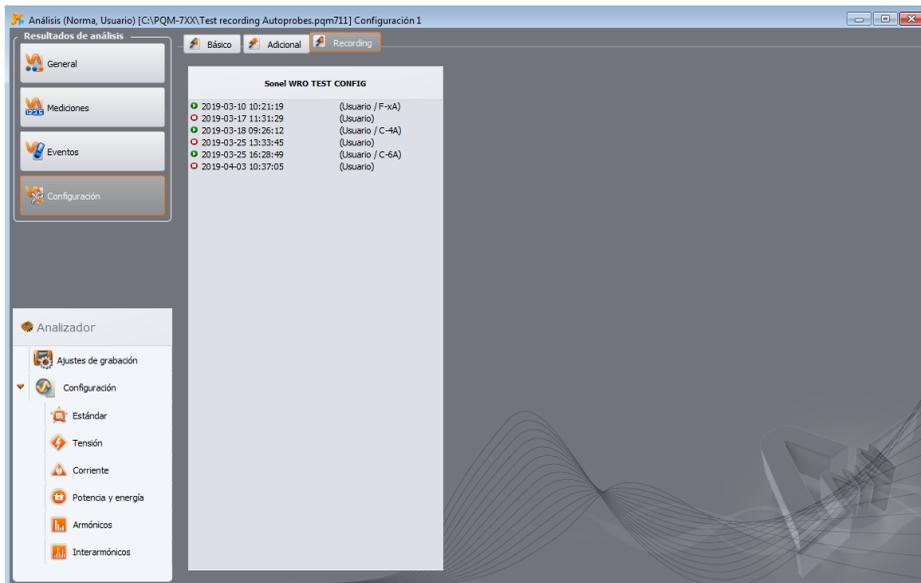

Fig. 75. Vista previa de configuración - una lista de períodos de registro con el tipo de la pinza asignada.
- todos los períodos de registro con tiempos y pinzas asignadas (Fig. 75),